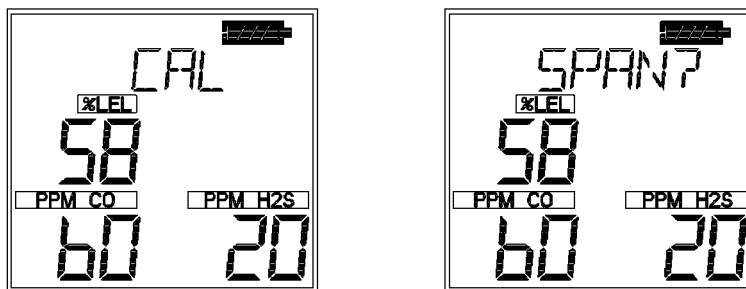

Figura 4-3. Indicador de CAL (calibración).
- Una vez que se han fijado los ceros, **CAL SPAN?** destella (FIGURA 4-3).